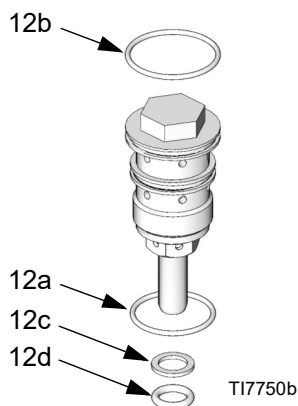

FIG. 13. Dettaglio della valvola a fungo originale
4. Vedere FIG. 13. Svitare i gruppi delle valvole a fungo (12). Gli anelli di tenuta piccoli (12c, 12d) possono non fuoriuscire con i gruppi delle valvole a fungo. Assicurarsi di rimuoverli dal cappuccio superiore (1) o dal coperchio inferiore (3).
6. Lubrificare i gruppi delle valvole a fungo (12) e reinstallare il cappuccio superiore (1) e il coperchio inferiore (3). Serrare a 40,6-48,8 N•m (30-36 piedi-lb).